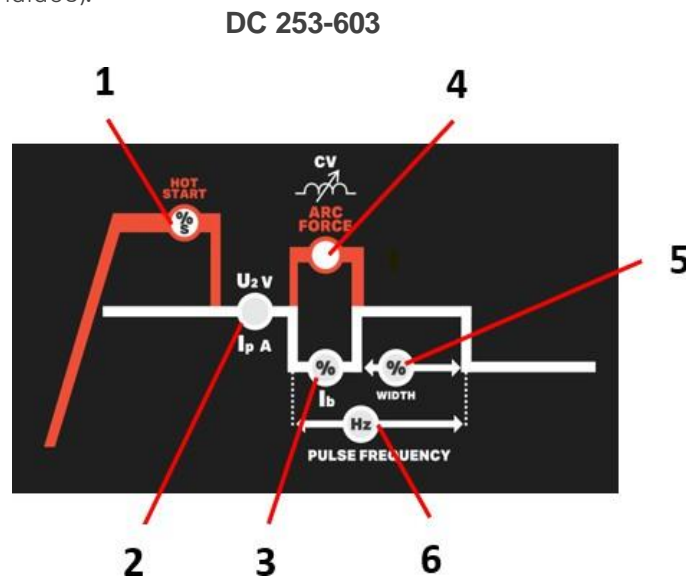

Fig. 1 - Parámetros MMA
Para DC 253-603 (Ver los Artículos de la Fig. 1)
Para DC 323 - 403 (Ver los Artículos de la Fig. 1)
- Ajustar el valor de la corriente al diámetro del electrodo (Fig.1 - 2), según la siguiente tabla, para ajustar las máquinas según el electrodo a utilizar e iniciar la soldadura.
Para DC 503-603 (Ver los Artículos de la Fig. 1)